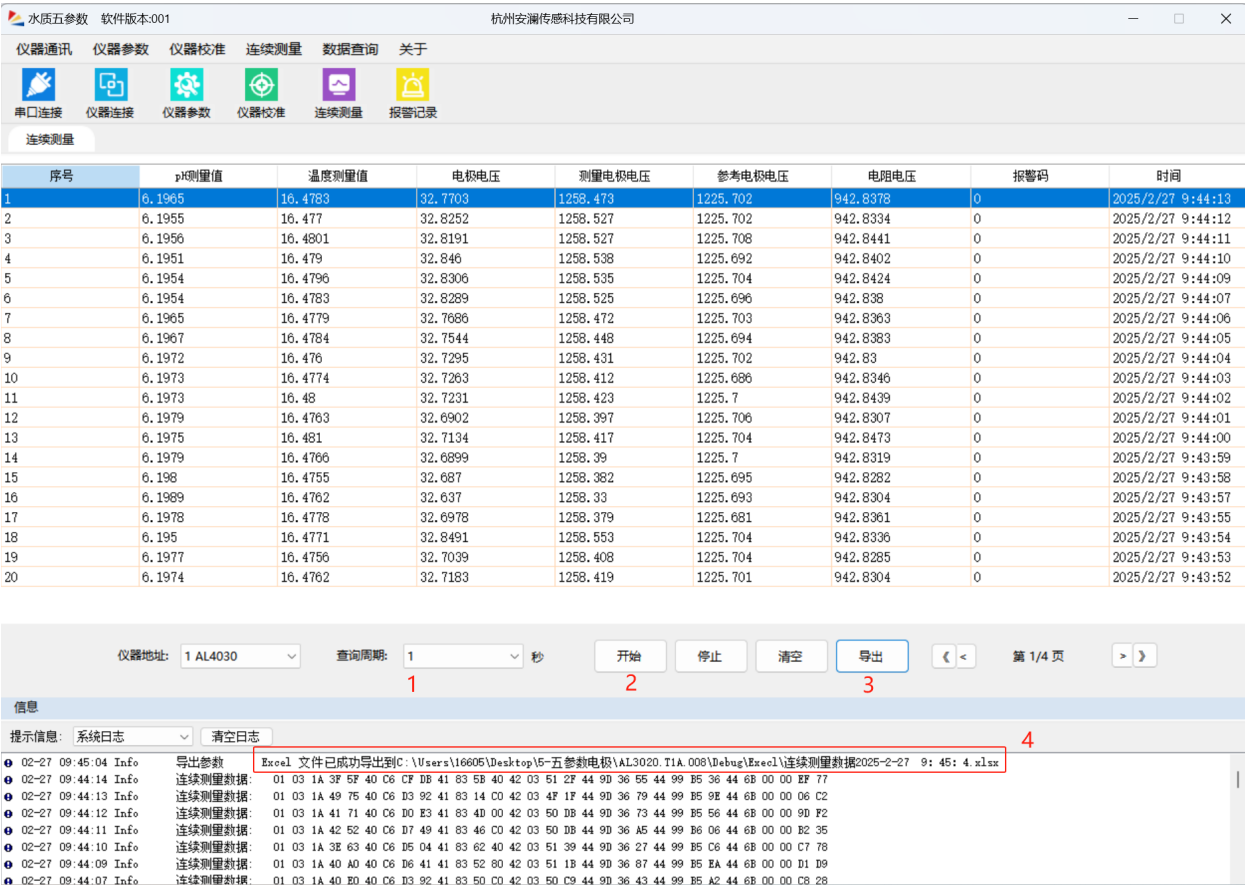

图 3-4 连续测量界面
1) 查看实时测量值：在“连续测量”界面下，下拉选择查询周期（1/5/10/30/60s）可选，点击“开始”，软件开始采集实时测量数据并逐行显示，如图 3-4 所示。